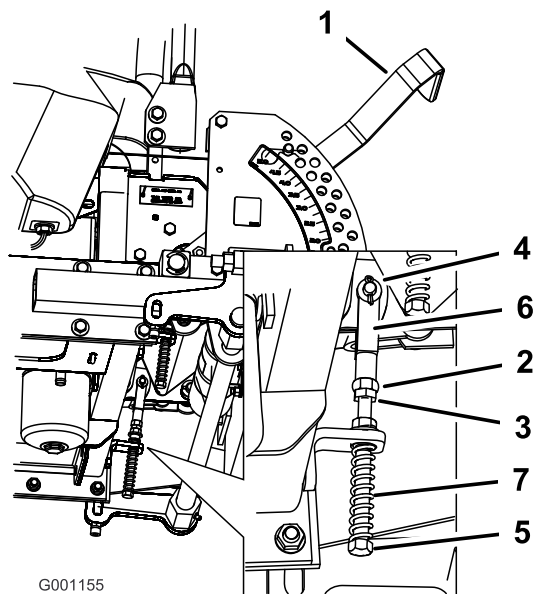

Figura 94
8. Se occorre regolare, allentate il dado e il controdado contro la forcella (Figura 94).
9. Premendo leggermente indietro la leva di controllo del movimento, girate la testa del bullone di regolazione nella direzione opportuna finché la leva di controllo non si trova al centro, in posizione di BLOCCO IN FOLLE (Figura 94).
10. Serrate il dado e il controdado (Figura 94).